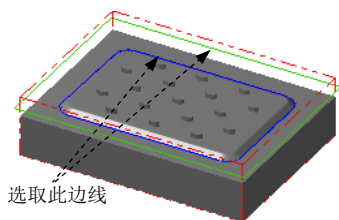

图 25.21 选取区域
Step2. 选择下拉菜单 **刀具路径 (T)** → **2D 挖槽 (2)...** 命令，系统弹出“串连选项”对话框。
Step3. 设置加工区域。在图形区中选取图 25.21 所示的边线，系统自动选取图 25.22 所示的边链。单击 ☒ 按钮，完成加工区域的设置，此时系统弹出“2D 刀具路径-2D 挖槽”对话框，在该对话框中选择 **2D 挖槽** 选项。